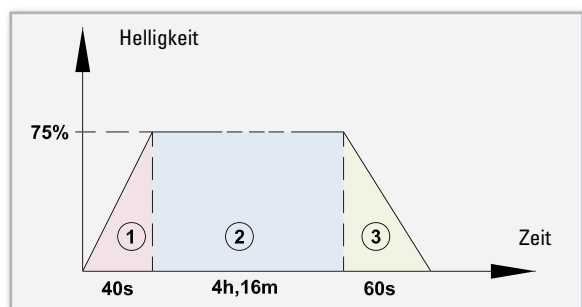

Bild 1: Der Ablauf eines Makros, das nach der Programmierung eines FS20-Senders und eines FS20-Dimmers über den Sender ausgelöst werden kann
Ein kleines Beispiel dazu soll diese Makro-Funktionalität kurz anreißen: Eine Leselampe soll abends per Fernbedienung auf 75 % der vollen Helligkeit eingeschaltet werden. Sicherheitshalber soll sich die Lampe spätestens nach 4 Stunden automatisch wieder abschalten, wenn man z. B. vergessen hat, sie auszuschalten, oder wenn man eingeschlafen ist. Weil das angenehmer ist, soll die Lampe langsam auf- und beim Ausschalten wieder abdimmten. Dieser Schaltablauf ist in Abbildung 1 dargestellt. Im ersten Teil ① wird mit dem Befehl „Dimme innerhalb der übertragenen Timer-Zeit (40 s) auf 75 %“ hochgedimmt. Durch die Programmierung des internen On-Timers des Dimmers schaltet sich die Lampe nach spätestens 4 Stunden und 16 Minuten ② wieder aus. Durch die Programmierung der internen Rampenzeit auf 60 Sekunden geschieht das Ausschalten durch langsames Herunterdimmen ③.